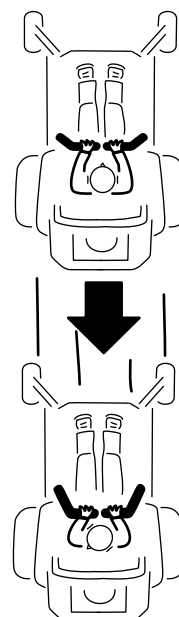

Figura 28
2. Para andar para trás, puxe as alavancas de controlo do movimento para trás (Figura 28).